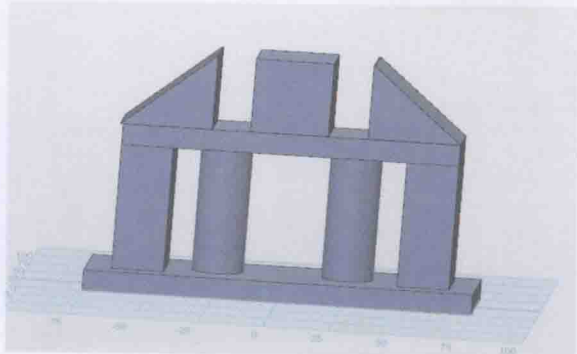

图 1-2-16
13. 另一边进行相同的操作, 效果如图 1-2-16 所示。